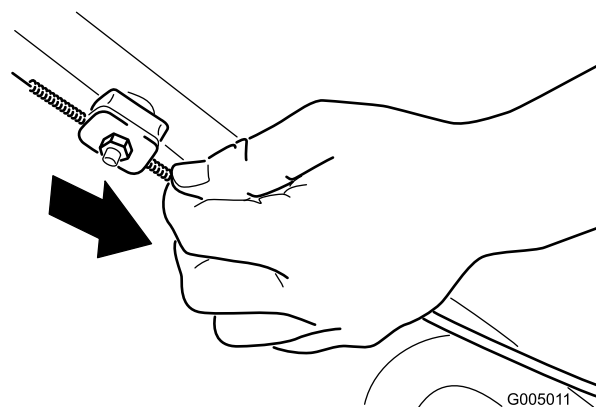

Рисунок 33
2. Вытягивайте оболочку троса (к газонокосилке), пока в тросе не появится слабина (Рисунок 33).